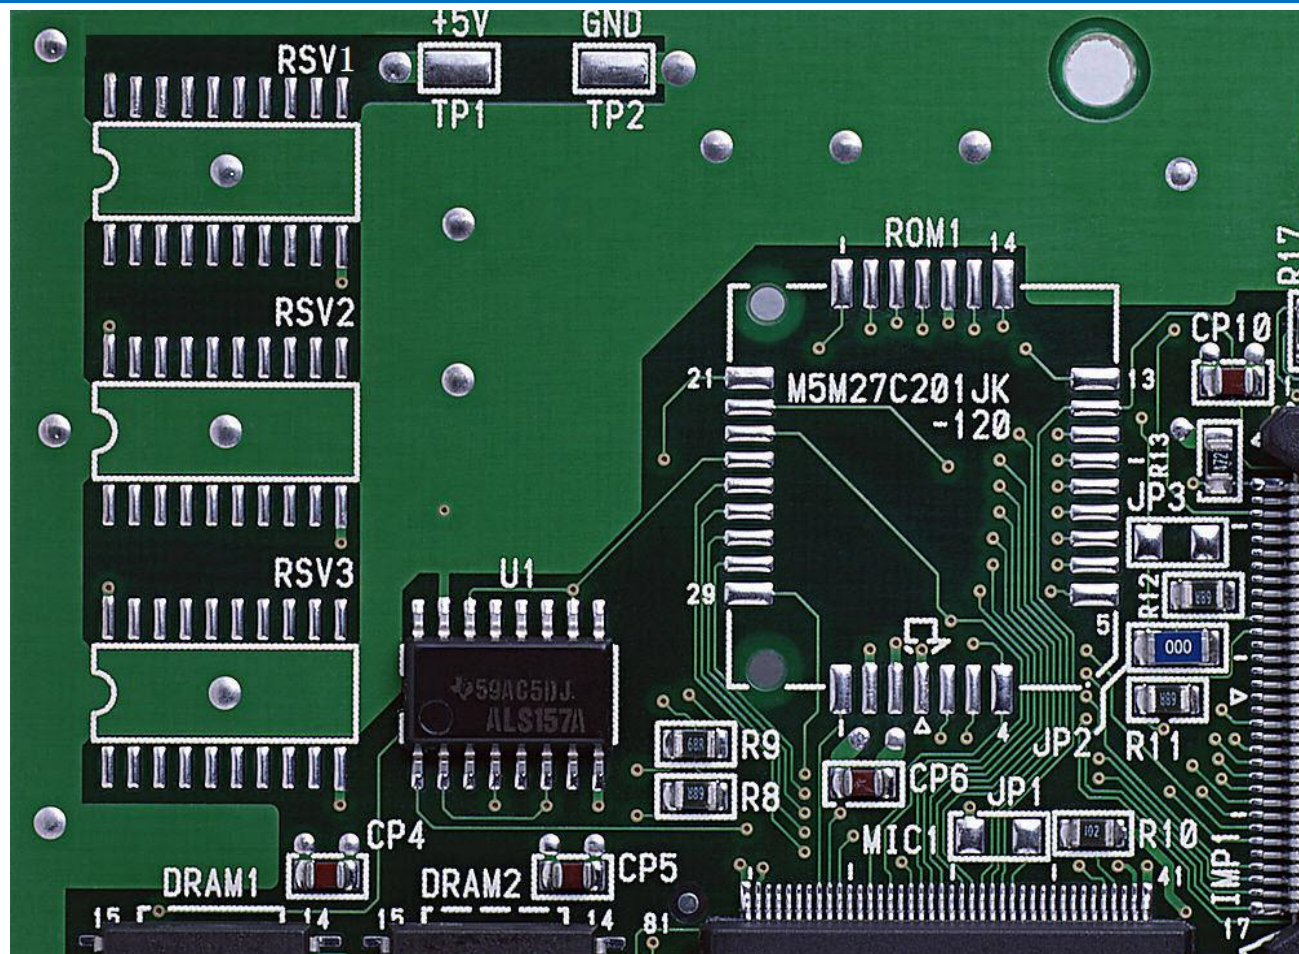

图1-36 双面板实例
(1) 单面板 在最基本的PCB上，元件集中在其中一面，导线集中在另一面上。因为导线只出现在其中一面，所以我们就称这种PCB为单面板。因为单面板在设计线路上有许多严格的限制（由于只有一面，布线间不能交叉，而必须绕独自的路径），所以只有早期的电路才使用这类的板子。
(2) 双面板 (Double-Sided Boards) 这种电路板的两面都有布线。不过要用上两面的导线，必须要在两面间有适当的电路连接才行。这种电路间的“桥梁”叫做导孔 (via)。导孔是在PCB上，充满或涂上金属的小洞，它可以与两面的导线相连接。因为双面板的面积比单面板大了一倍，而且由于布线可以互相交错（可以绕到另一面），它更适合用在比单面板更复杂的电路上。双面板实例如图1-36所示。